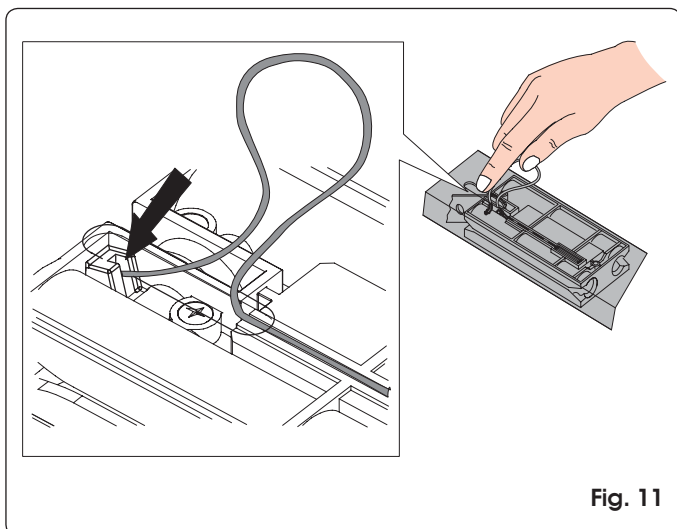

Fig. 11
- 3) Haga retroceder el carro hacia el grupo de acoplamiento tracción hasta que el orificio pasante del carro coincida con la ranura, seguidamente introduzca el cable sin la vaina (Fig. 11).